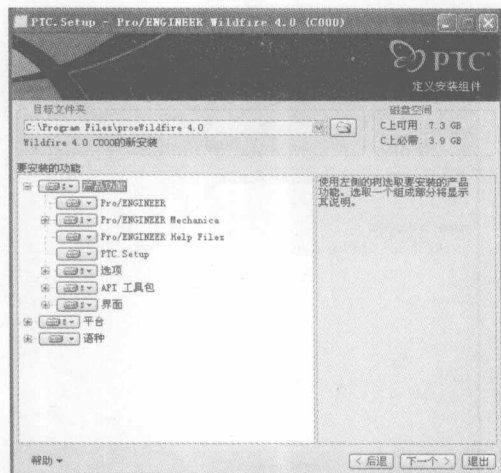

图 1-7 【定义安装组件】界面
STEP 5 选择【Pro/ENGINEER】选项, 接着系统自动进入【定义安装组件】界面, 在【目标文件夹】中指定安装位置, 在【要安装的功能】界面下的产品功能中选择安装所有子功能, 如图 1-7 所示。